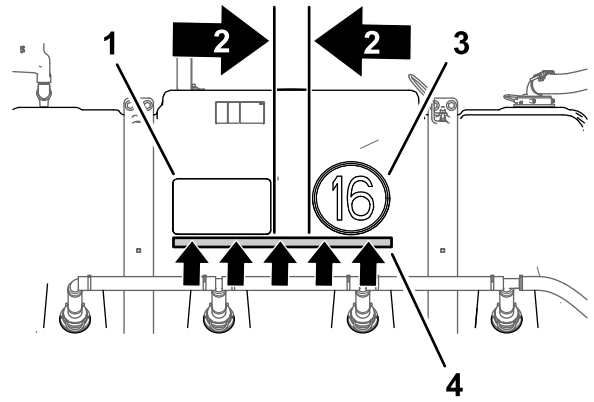

Figura 47
1. No lado esquerdo do depósito, alinhe um pedaço de fita adesiva de 56 cm com a parte inferior do autocolante do Toro Multi Pro 5800 e para trás como se mostra na Figura 47.
2. Meça 11 cm a partir da extremidade direita do autocolante do Toro Multi Pro 5800 e marque o depósito com um lápis (Figura 47).
3. Retire a parte posterior do autocolante de velocidade e alinhe o autocolante com a marca que fez no passo 1 e com a extremidade superior da fita adesiva (Figura 47).
4. Coloque o autocolante no depósito e retire a fita adesiva (Figura 47).